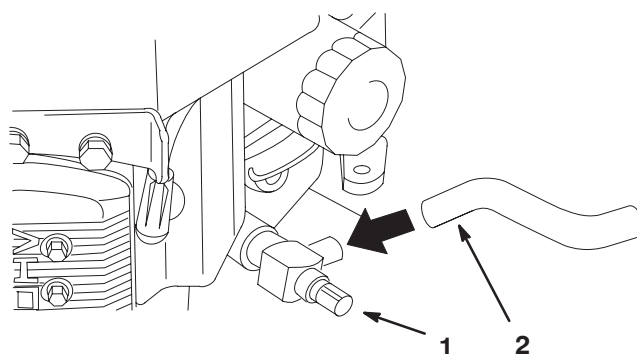

Figure 32
7. Tournez le robinet de vidange d'huile pour permettre à l'huile de s'écouler (Fig. 32).
9. Retirez le flexible de vidange (Fig. 32).